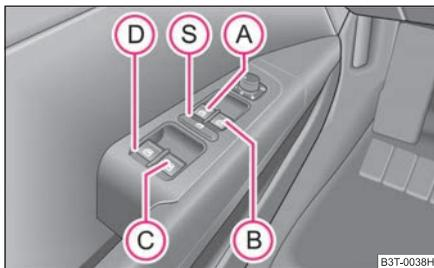

Abb. 36 Tasten in der Fahrertür
Die Schalter für die einzelnen Fenster befinden sich in der Armlehne des Fahrers ⇒ Abb. 36, des Beifahrers und in den hinteren Türen ⇒ Seite 49, Abb. 37
Sie können durch Drücken des Sicherheitsschalters (S) ⇒ Abb. 36 die Schalter der Fensterheber in den hinteren Türen außer Funktion setzen. Durch wiederholtes Drücken des Sicherheitsschalters (S) sind die Tasten der Fensterheber in den hinteren Türen wieder in Funktion. ▶
- Werden auf den Rücksitzen Kinder befördert, wird empfohlen, die elektrischen Fensterheber der hinteren Türen außer Funktion zu setzen (Sicherheitsschalter)  ⇒ Seite 48, Abb. 36.